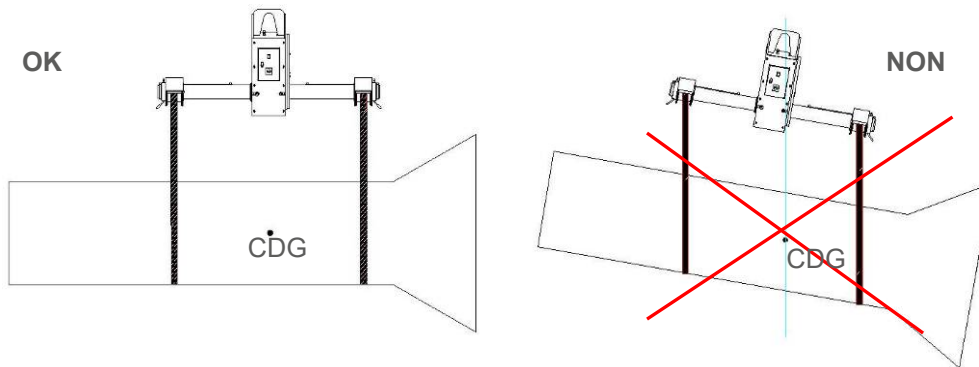
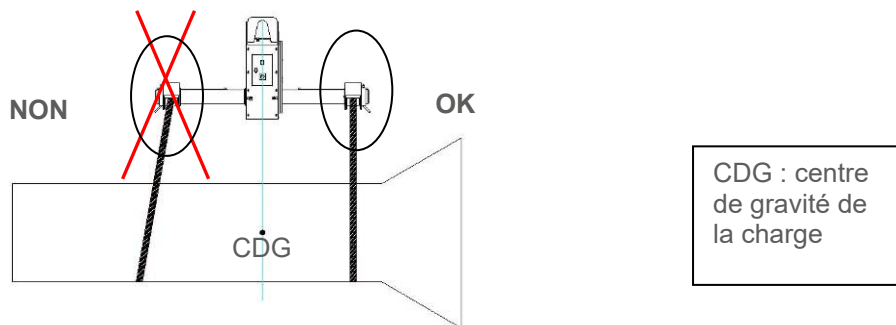

Figure 1
Figure 2
- régler la position des sangles en fonction de la longueur de la charge levée (voir figure 1 ci-après).
Les contraintes de chargement sont identiques aux descriptions Figure 1 et Figure 2 page 9